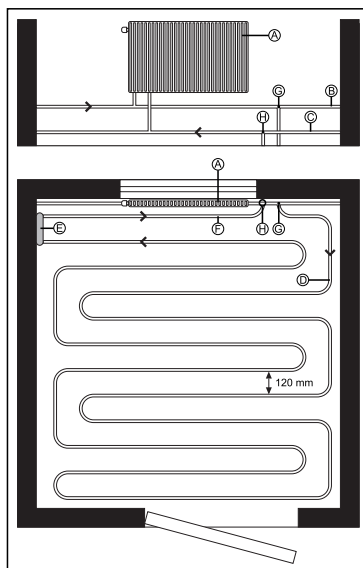

Bild 4. Principskiss för rördragning.
- Eftersom det kan bli stor temperaturskillnad mellan golvvärmekretsens början och slut ska golvvärmerören monteras i s.k. "dubbel-slinga" med ett röravstånd på 120 mm. För att underlätta förläggningen av golvvärmeslingan bör en skiss över slingan och rummet göras, enligt exempel i bild 4. (Observera flödesriktningen som anges av pilarna.)
sen (bild 4). När installationen är klar ska c/c-
systemets tillopp (se bild 4, punkt G). Inkoppling